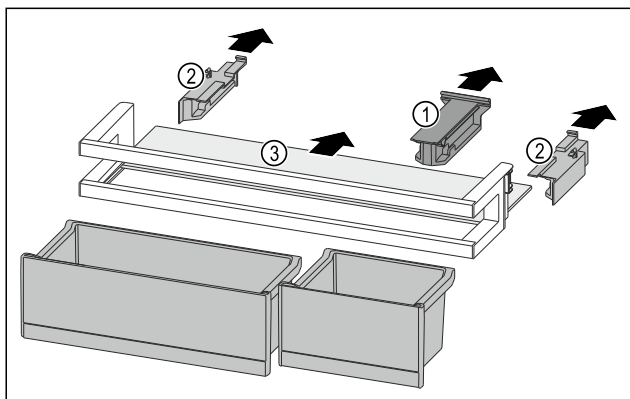

Fig. 85
- Húzza le a tartóelemet Fig. 85 (1).
- Húzza le az oldalsó részeket Fig. 85 (2).
- Vegye ki a tárolólapot Fig. 85 (3).